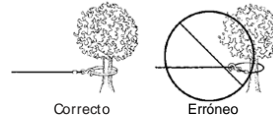

Figura 4
9. NUNCA ENGANCHE EL CABLE METÁLICO EN SÍ MISMO porque podría dañar el cable mismo. Use un estrobo de nailon (figura 4).